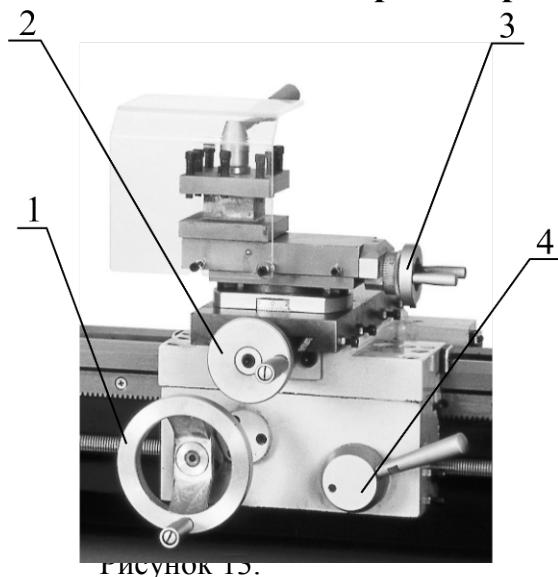

рисунок 13.
Включите станок. Подведите резец к заготовке. Переместите резец на глубину резания, рукояткой 2. При помощи маховика ручного перемещения каретки суппорта 1 или рукоятки ручного перемещения верхних салазков суппорта 3 перемещайте резец. Продолжайте обработку на необходимую длину. После этого резец отведите от заготовки. (см. рис.13).
5. Отведите инструмент от заготовки. После этого вручную переместите каретку суппорта в исходное положение. (см. рис.13).